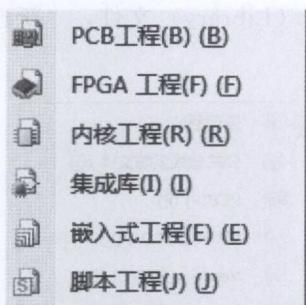

图 1-8 工程子菜单命令
(11) 数据库链接文件 (Database Link File)。使用数据库链接文件链接数据库中的字段到设计项目中的参数名。
(12) 工程 (Project)。该菜单具有一个子菜单，如图 1-8 所示，其中包括以下几个命令。